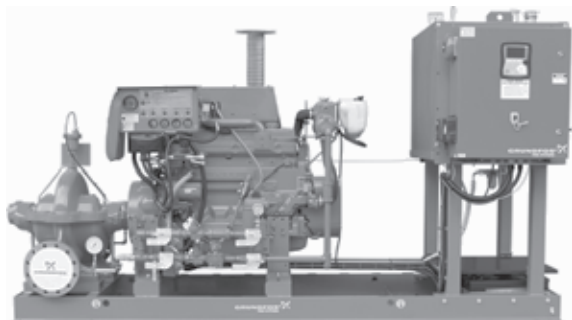

Рис. 41 Установка Fire HSEF с дизельным двигателем и шкафом управления.
- с правой стороны (стандартное), см. рисунок 41;